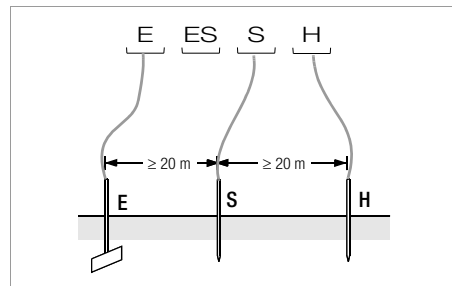

Bild 2 Messung des Erdungswiderstandes nach dem Dreileiterverfahren
- Setzen Sie die Spieße für Sonde und Hilfsleiter in mindestens 20 m bzw. 40 m Entfernung vom Erder (vgl. Bild 2 Seite 18).